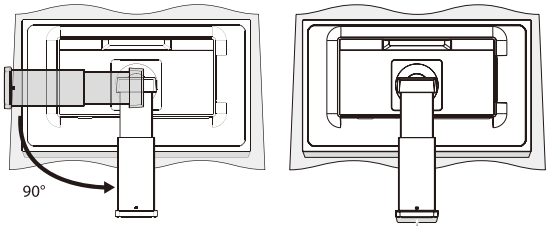

图 1
- 1. 将显示器面朝下放在一个不会造成磨损的表面上（图 1）。
- 2. 请按图 1 所示将立架旋转 90 度。